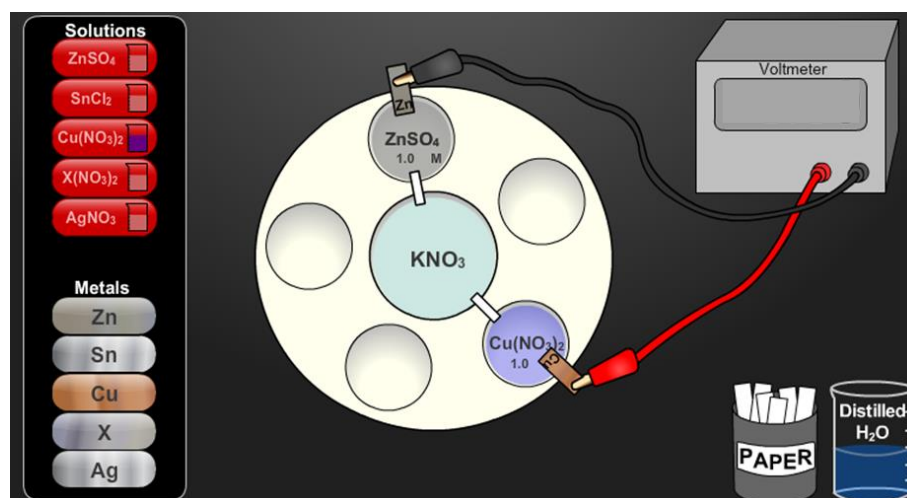

Figura 4. Simulador *Galvanic cells and the Nernst equation*.
4. Conecte los electrodos al voltímetro: el de Zn a través del cable negro; el de Cu, a través del cable rojo (figura 4).